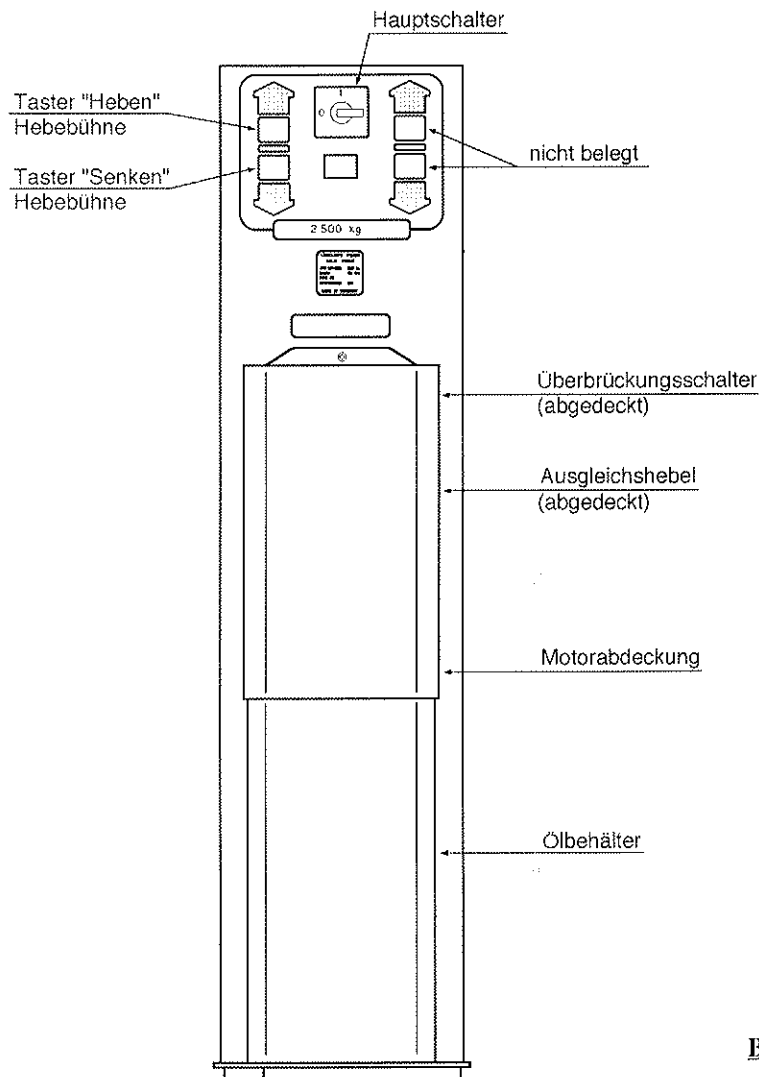
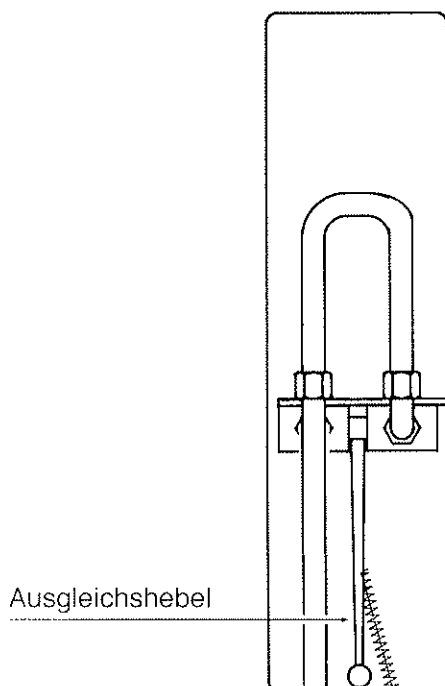

Bild 1: Bedienelemente der Bediensäule
Bild 2: Ausgleichshebel hinter der schwenkbaren Abdeckung
Die Bedienelemente der Bediensäule sind in Bild 1 angegeben.
- Überbrückungsschalter, seitlich hinter der schwenkbaren Abdeckung im Aggregat drücken (siehe **Bild 1** und **Bild 2**).
Der Ausgleichshebel befindet sich an der rechten Seite im Bediensäulen-Gehäuse hinter der schwenkbaren Abdeckung . (siehe **Bild 1** und **Bild 2**)
- Gleichzeitig den Überbrückungsschalter in der Bediensäule betätigen (siehe **Bild 1**). Hinter der schwenkbaren Abdeckung befindet sich oben ein messingfarbener Druckschalter.
- Motorabdeckung durch Öffnen der drei Befestigungsschrauben abnehmen (siehe Bild 1).